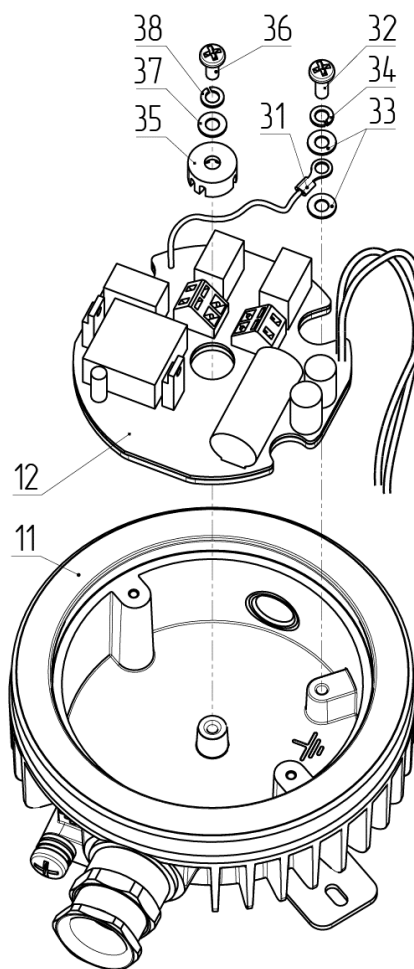

Рис. 11
4.2.5 – Выкрутить винты заземления 32, снять шайбы 33 и 34, отсоединить провод заземления 31 от корпуса 11. Выкрутить винт 36, снять шайбы 37 и 38, снять прижимной колпачок 35, извлечь источник питания 12 из корпуса 11 (см. рис. 11).